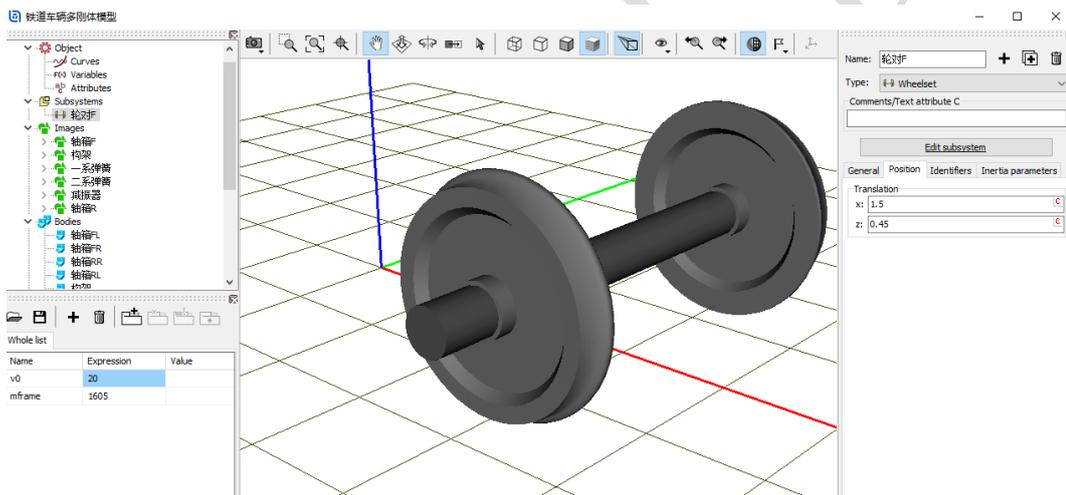

图 3-7
- 11) 切换到 **Position** 界面，设置轮对 F 子系统在总体坐标系中的位置，纵向前移 **1.5**，垂向上移 **0.45**，如图 3-7。